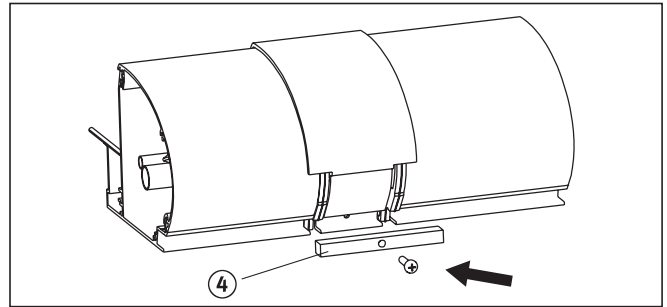

Abb. 8.2 Sicherungsvierkant montieren
- Schieben Sie das Sicherungsvierkant (Abb. 8.2, Pos. 4) in die Befestigungsprofile des rechten und linken Kollektors ein und schrauben Sie es mit der Befestigungsschraube an das Abdeckblech.